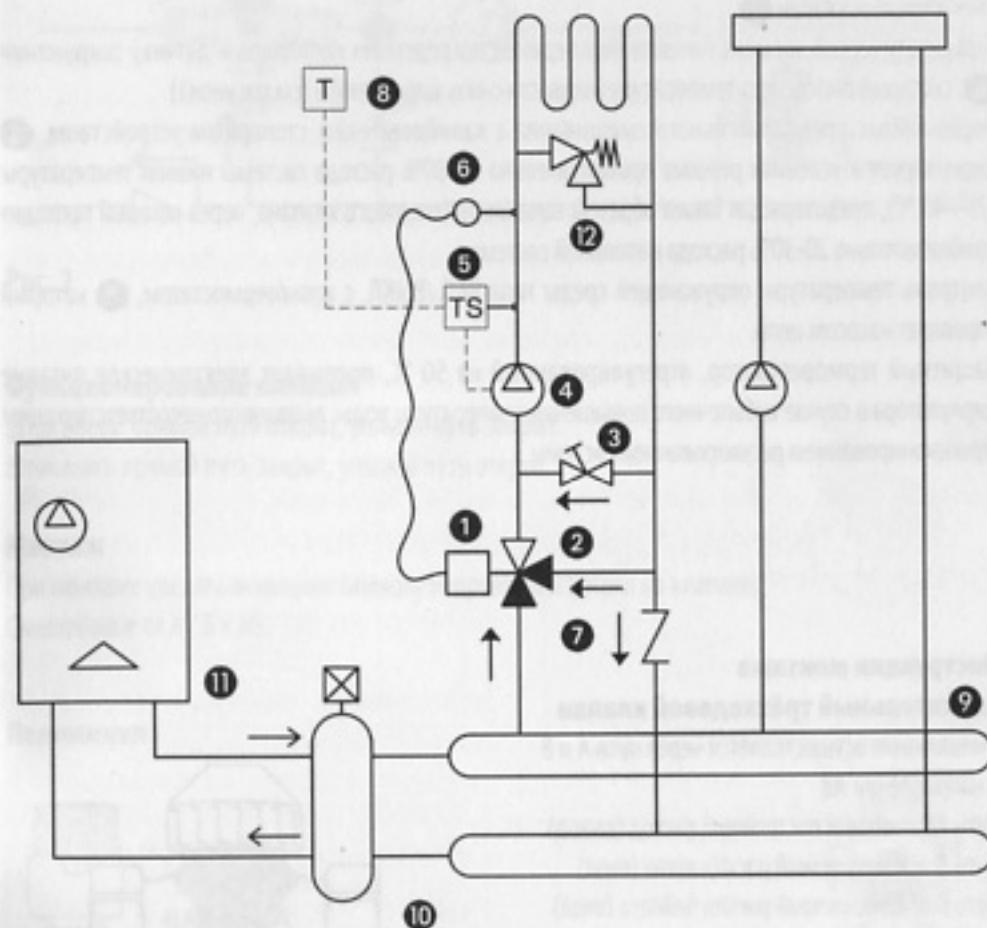

Рис. 1
Терmostатический элемент головки подсоединен посредством капилляра к датчику погружения ⑥, который определяет температуру жидкости снизу циркулятора (см. рисунок 1).
- Полностью открыть калибровочное стопорное устройство **3** на ответвлении байпаса (рисунок 1).